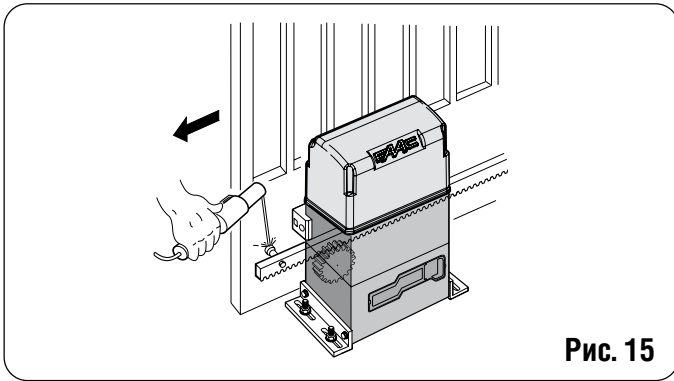

Рис. 15
3) Уложить первый отрезок рейки горизонтально на шестерне и приварить защелку к воротам, как показано на рис. 15.